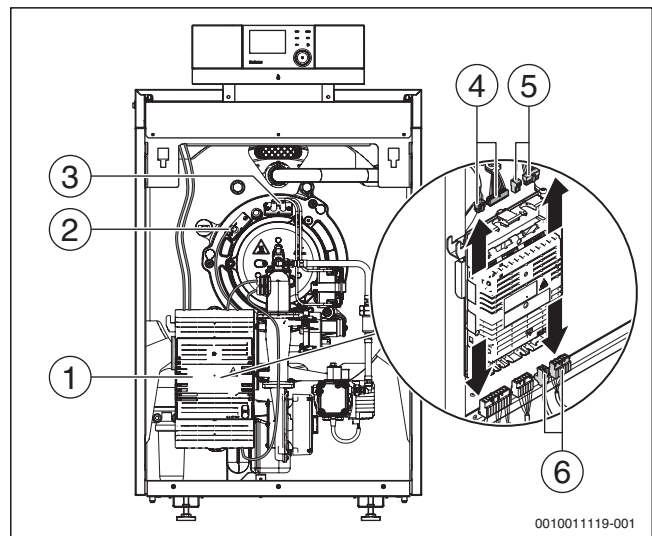

Bild 75 Steckverbinder lösen
- ▶ Obere Klappe am Feuerungsautomaten (→Bild 75, [1], Seite 46) öffnen.